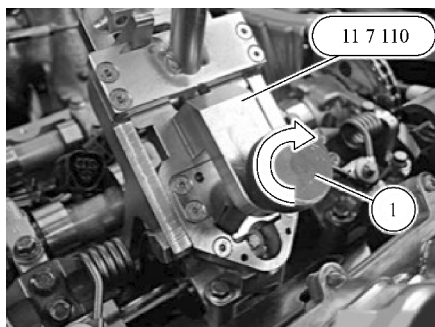

图 14-14 安装专用工具
4) 如图 14-14 所示，用专用工具 11 7 110 在节气门复位弹簧上定位，然后用滚花螺钉 1 夹住节气门复位弹簧。